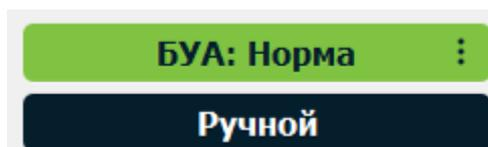

Рисунок 22 – Панель состояния основного окна.
3.3.3.2.3 Состояния основного окна (рисунок 22)